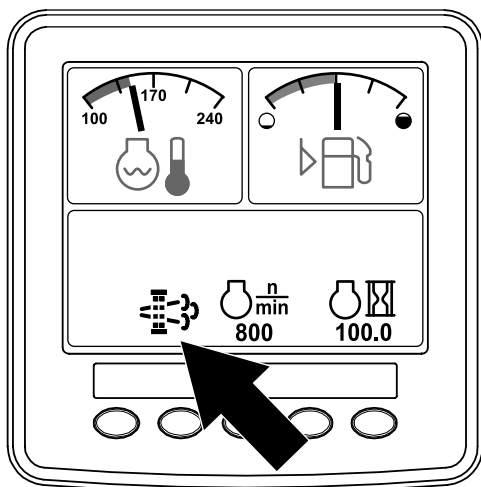

Рисунок 47
- Когда компьютер двигателя запрашивает стационарную или восстановительную регенерацию, на дисплее инфо-центра появляется значок запроса на регенерацию (Рисунок 47).